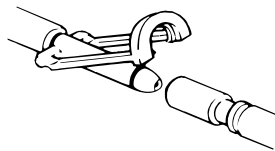

Рисунок 12-21: Коннекторы Clik-Tite открыты
- Если у вас имеются шланги с коннекторами типа Colder, присоедините приспособление для шланга-переходника (8001-999-016). Убедитесь в том, что коннекторы **Clik-Tite** открыты (Рисунок 12-21 на странице 12-40).
- Если у вас имеются шланги с коннекторами **Clik-Tite**, убедитесь в том, что оснащенные коннекторами концы шлангов и зажимы открыты (Рисунок 12-21 на странице 12-40).